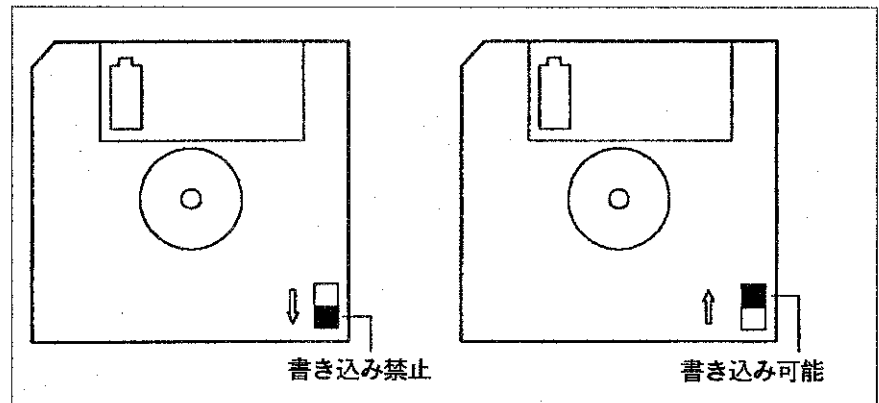

図15-1 フロッピー・ディスクのライト・プロテクト
3.5インチ・マイクロ・フロッピー・ディスクは、記録された重要なデータを操作ミスなどで消去しないように、再度のデータの書き込みを禁止することができます。書き込み禁止機能は、図15-1のようにライト・プロテクト用スライドを移動することによって選択されます。